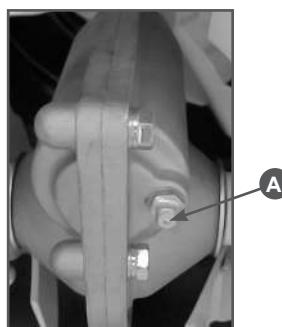

Рис. 25 Расположение пресс-масленки на редукторе
Добавляйте смазку в редуктор через масленику (A) Рис.25 специальным шприцем (в комплект поставки не входит) каждые 100 часов работы.